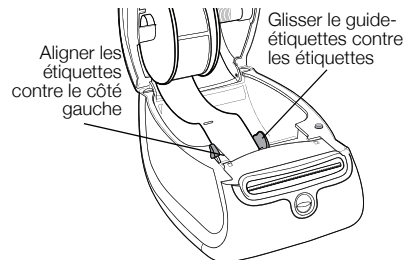

Figure 8
- Les étiquettes doivent être chargées en plaçant le côté gauche de l'étiquette contre le côté gauche de la fente d'alimentation des étiquettes. Voir Figure 8.
- 7 Alignez le bord gauche de l'étiquette sur le bord gauche de la fente d'alimentation des étiquettes et insérez l'étiquette dans la fente. Voir Figure 8.
- 8 Glissez le guide-étiquettes vers la gauche jusqu'à ce que le guide-étiquettes soit aligné par rapport au côté droit de l'étiquette. Voir Figure 8.